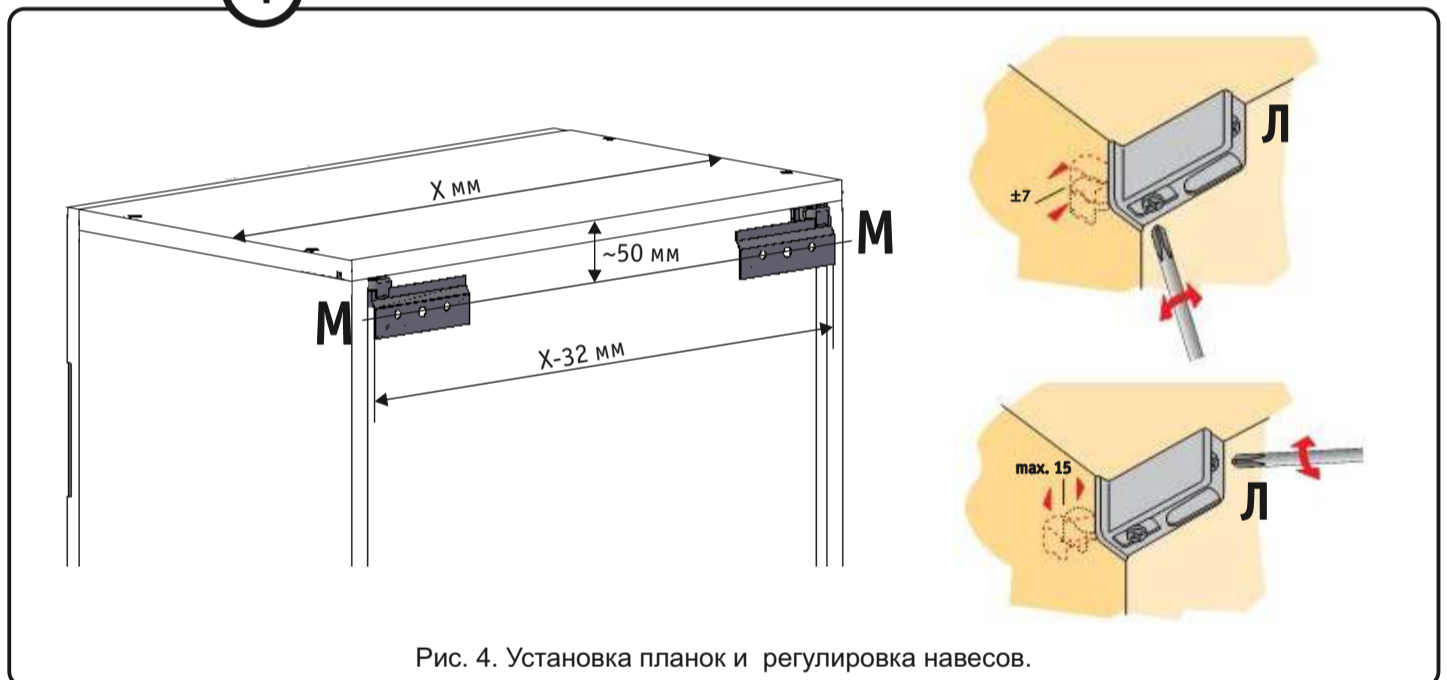

Рис. 4. Установка планок и регулировка навесов.
Закрепите петлю с доводчиком (О) и петлю без доводчика (К) на фасаде 7, а площадки петель (О и К) на боковине 1 с помощью саморезов (Б), как показано на рисунке. Установите полкодержатели (3) и регулируемые навесы (Л) (рис.4) на боковинах 1 и 2.